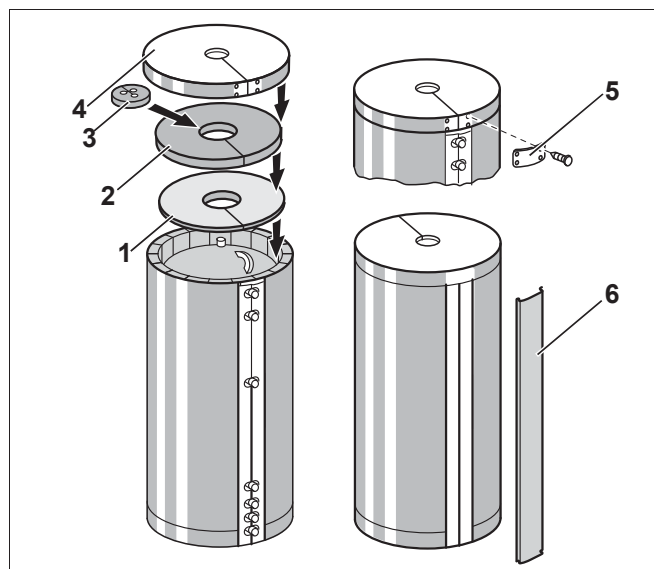

Рис. 13 Монтаж теплоизоляции (схематичное изображение)
- ▶ Нажмите на соединительную планку (рис. 13, [6]) на передней стороне над замыкающей рейкой теплоизоляционного мата.
- ▶ Уложите верхние теплоизоляционные круги (рис. 13, [1] и [2]) так, чтобы более толстый круг (рис. 13, [2]) накрывал теплоизоляционный мат.
- ▶ Вставьте закладную деталь (рис. 13, [3]) с вырезами для подключений бака.
- ▶ Наденьте крышку бака (рис. 13, [4]) на теплоизоляционный круг и теплоизоляционный мат.